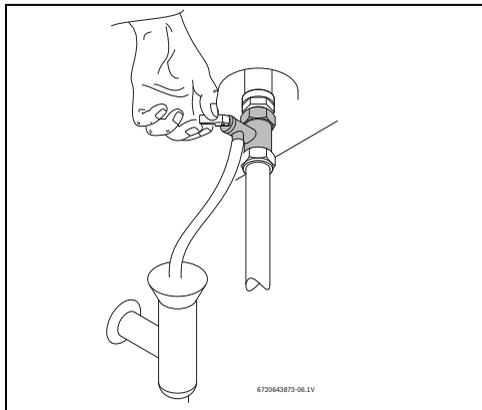

Рис. 14 Открытие предохранительного клапана вручную
- ▶ Откройте предохранительный клапан (рис. 14).
- ▶ Минимум один раз в месяц открывайте вручную предохранительный клапан (рис. 14).